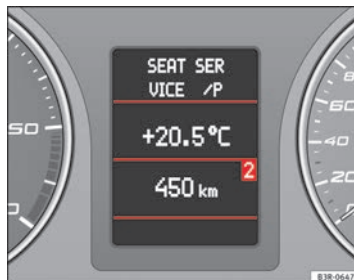

Fig. 65 Sistema de información para el conductor
- Pulsando repetidas veces la tecla (MODE) (B) se cambia entre los modos y éstos se visualizan en el sistema informativo para el conductor ⇒ fig. 65.
- Girando y pulsando el rodillo izquierdo (A) se seleccionará, dependiendo del modo, una función.
- El sistema de manejo por voz* de la instalación para teléfono móvil se activará pulsando la tecla para hablar (C). Pulsando nuevamente la tecla para hablar finaliza el manejo por voz*.
- Girando el rodillo derecho (D) hacia arriba/abajo se aumentará/reducirá el volumen. ■